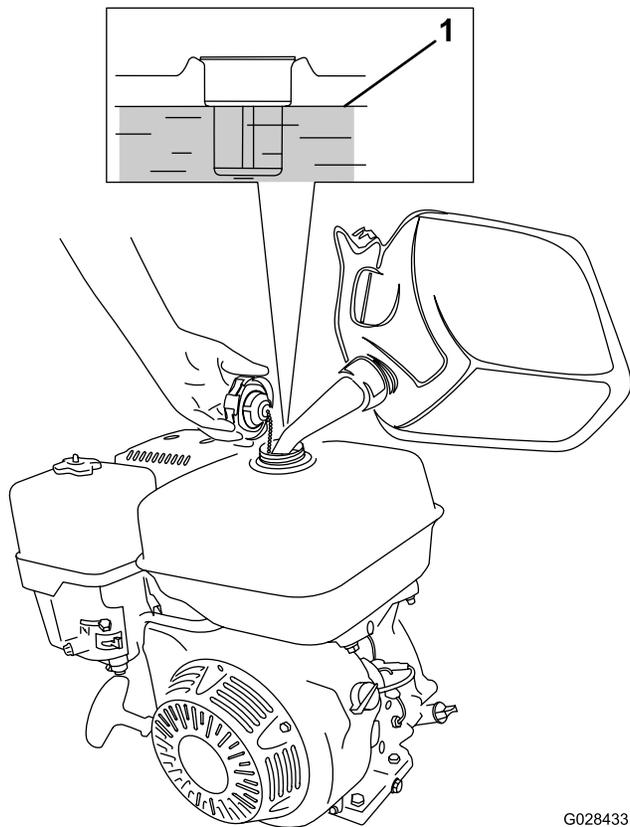

Bild 14
1. Reinigen Sie den Bereich um den Tankdeckel und nehmen den Deckel ab (Bild 14). Füllen Sie den Kraftstofftank bis ca. 25 mm unter der Oberkante des Tanks mit bleifreiem Benzin (min. 87 Oktan), damit sich der Kraftstoff ausdehnen kann.